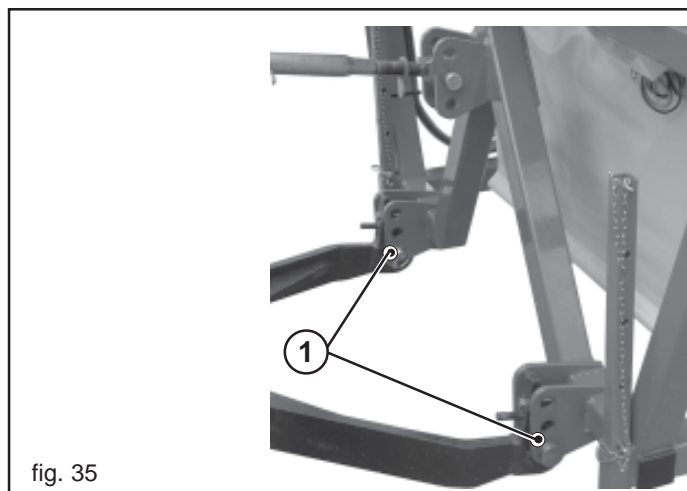

fig. 35
- 1) Accrocher les barres de l'élèveur aux pivots prévus à cet effet (1, Fig. 35). Bloquer par les goupilles à encliquetage.